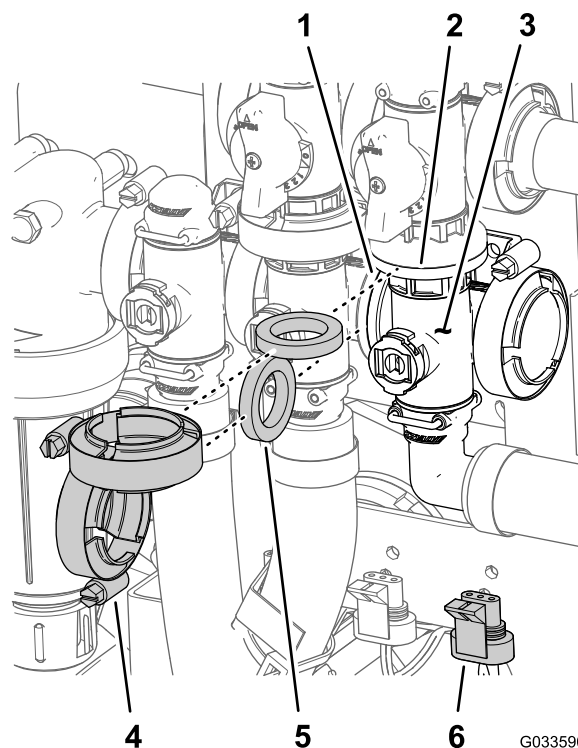

Bild 117
- Entfernen Sie die Flanschklemmen und Dichtungen, mit denen der Verteiler für das Hauptauslegerventil (**Bild 117**) am Sicherheitsventil des Hauptauslegers, am Rührwerkventil und am 90°-Flanschkrümmer (am Ende des Schlauchs für das Durchflussmessgerät) befestigt ist.